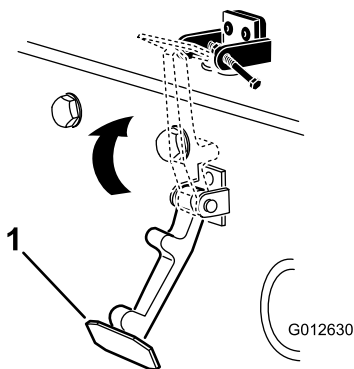

**Figure 5**
4. Alignez les trous de montage et positionnez le support de loquet CE et le support de loquet du capot sur le capot (Figure 5).
6. Rivez les supports et les rondelles sur le capot (Figure 5).